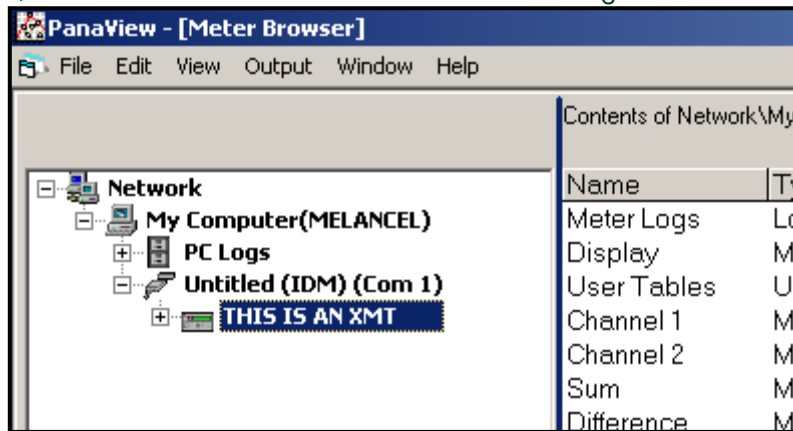

Figure 33: L'arborescence du réseau mise à jour
4. Cliquez sur l'option de menu Nouveau pour la sélectionner, et un sous-menu s'ouvre avec deux choix (voir Figure 33).
Si l'initialisation est réussie, le Meter Browser affiche une liste similaire à la Figure 33.